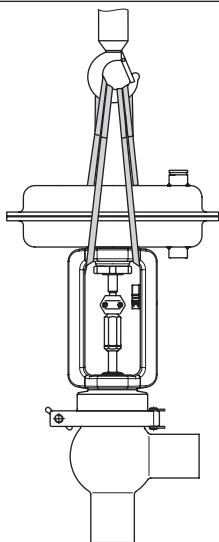
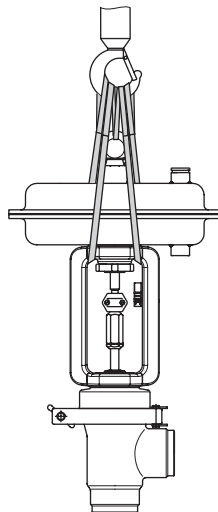
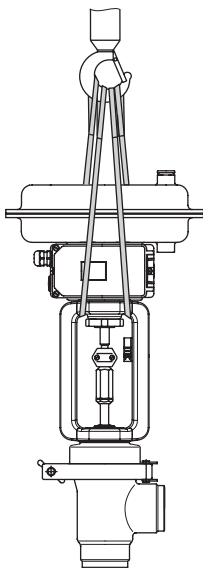

Fig. 4-1 : Type 3347 avec type 3271 sans anneau de levage
Fig. 4-2 : Type 3347 avec type 3271 avec anneau de levage
Fig. 4-3 : Type 3347 avec type 3277 sans anneau de levage
1. **Avec un servomoteur de type 3271/3277 ou 3372 :** passer précautionneusement deux élingues autour de la bride et les arrimer au support de la grue ou du chariot élévateur (voir Fig. 4-1, Fig. 4-2 et Fig. 4-3). Veiller à ne pas endommager la tige de servomoteur ni les accessoires.
Dans les exécutions de servomoteur avec anneau de levage, fixer une élingue supplémentaire sur l'œillet de levage du servomoteur et sur le support de la grue ou du chariot élévateur (cf. Fig. 4-2).